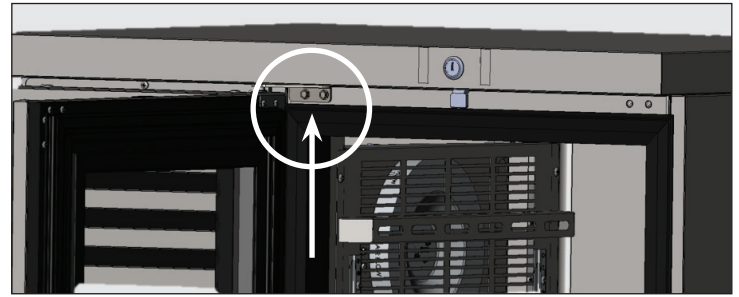

Fig. 1. Ubicación de los pernos de las bisagras superiores.
1. Localice y retire los pernos que fijan el soporte de la bisagra superior a la parte delantera de la base del aparato. Retire los pernos. Véase la fig. 1.